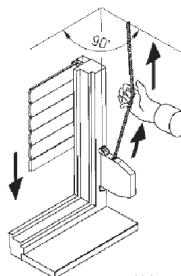

Abb. 74
4. Obere Panzerstäbe zur Seite schieben, um Platz zum Lösen der Einlauftrichter aus den Lagerschalen zu schaffen (Abb. 74).